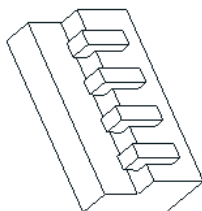

图 5.5.8 阵列后
Step6. 单击操控板中的  按钮，此时即得到图 5.5.8 所示的元件 2 的阵列。